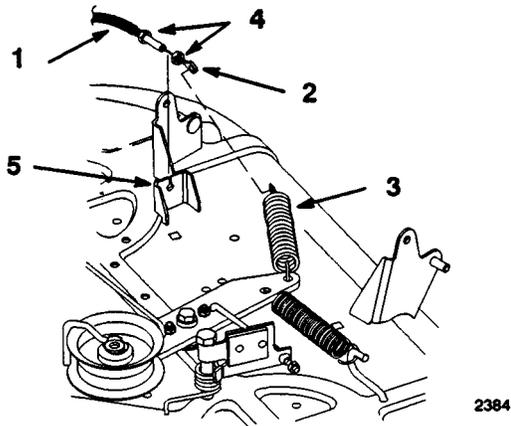

Bild 46
10. Die erste Klemmutter entfernen und die zweite Klemmutter ganz auf den Messer-bowdenzug (ZWA) aufdrehen. Das Kabel durch den Schlitz im Mähdeck drehen und die zweite Klemmutter auf das Kabel aufdrehen (Bild 46).
11. Das Ende des Messerbowdenzugs (ZWA) in die Mitläuferfeder einhaken (Bild 46).